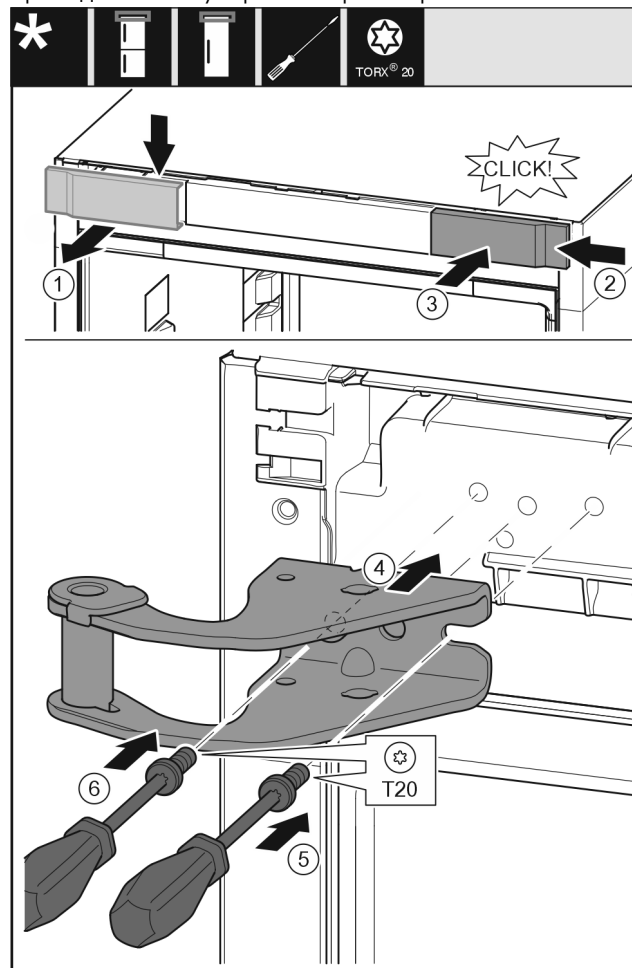

Fig. 9
- ▶ Снимите крышку сверху вперед. Fig. 9 (1)
- ▶ Навесьте крышку, повернув ее на 180°, справа с другой стороны. Fig. 9 (2)
- ▶ Зафиксируйте крышку. Fig. 9 (3)
- ▶ Установите верхний опорный кронштейн. Fig. 9 (4)
- ▶ Установите и затяните винт отверткой T20. Fig. 9 (5)
- ▶ Вставьте и затяните винт отверткой T20. Fig. 9 (6)